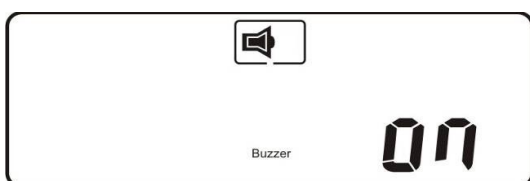
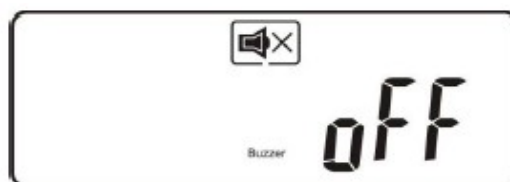

Рис. Q1 Звуковая сигнализация включена
Рис. Q2 Звуковая сигнализация выключена
Звуковая сигнализация включена — рис. Q1, выключена — рис. Q2;
1. Включить (рис. Q1) или выключить (рис. Q2) аварийную звуковую сигнализацию ИБП.
- Запустить режим установки параметров, одновременно нажав и удерживая кнопки “On” и “След. страница” (⬇️ и ⬇️) на лицевой панели ИБП на время не менее 3 секунд. Раздастся двойной звуковой сигнал и ж/к-дисплей перейдет в состояние, показанное на рис. Q1.